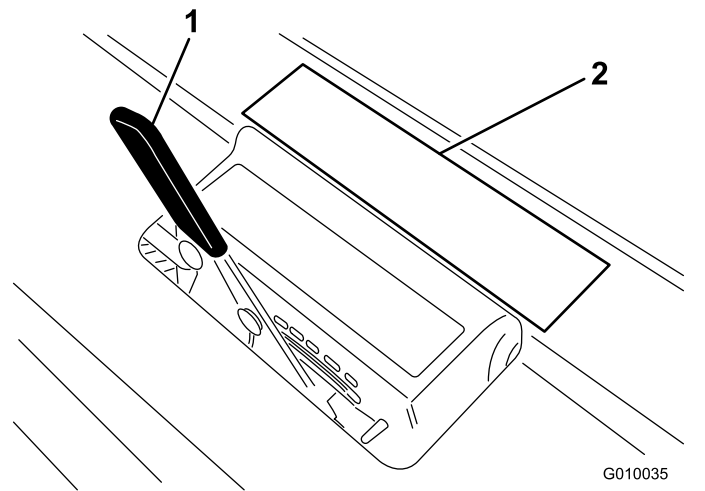

Bild 16
3. Legen Sie die Tines auf den Aufkleber für die Tines-Tiefe (Bild 16). Richten Sie ein Ende mit der gewünschten Aerifiziertiefe aus (siehe das Tines-Overlay auf dem Aufkleber).